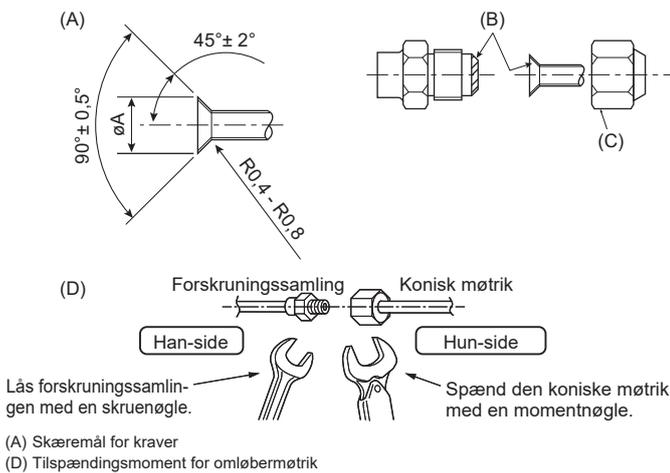

Fig. 4-1
(A) (Fig. 4-1)
(D) (Fig. 4-1)
### 4.2. Forbindelsesrør (Fig. 4-1)